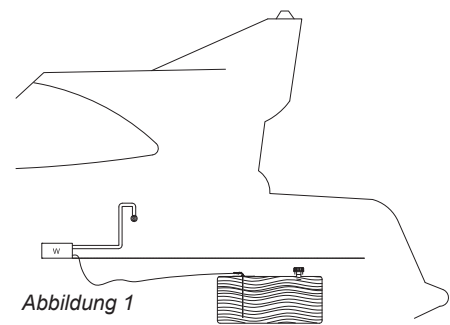

Abbildung 1
1. Brennstoffstand liegt unter dem Brenner/Herd. Abbildung 1.